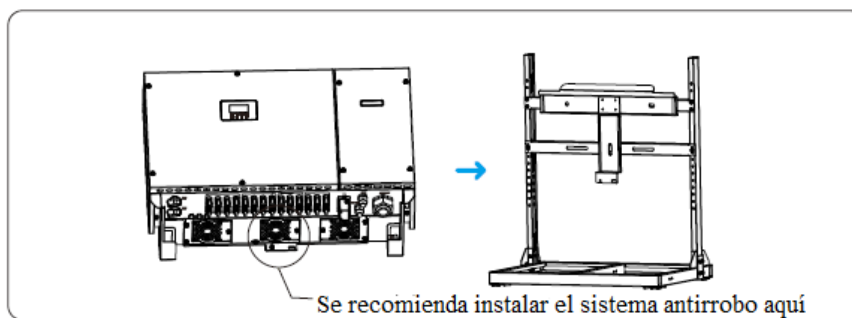

Imagen 4.11 Atornillar el inversor
Paso 3 Coloque el inversor en el soporte y una el inversor al panel trasero utilizando tornillos, como muestra la imagen 4.11.